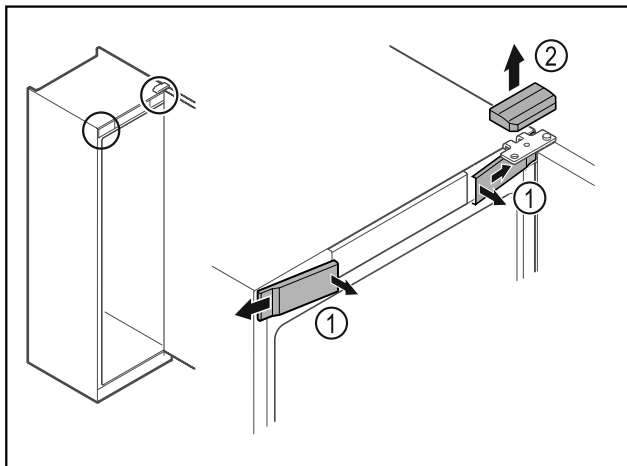

Fig. 8 \*
- ▶ Paina etummaisiet suojuksiet Fig. 8 (1) sisäpuolelta irti ja ota ne sivukautta pois.\*
- ▶ Ota ylempi suojuks Fig. 8 (2) yläkautta pois.\*